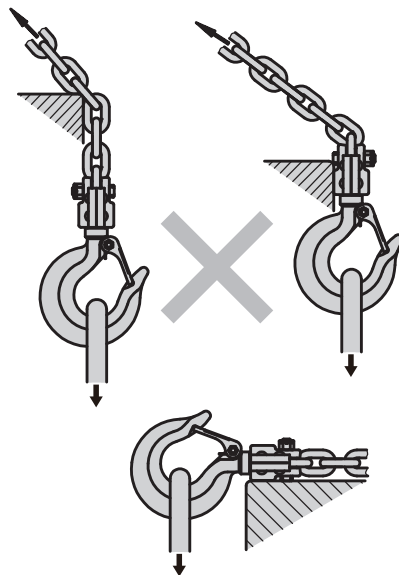

図 4
- 操作時は吊り上げチェーンと下フックが同一直線にくるようにし、誤った操作をしないでください(図4)。